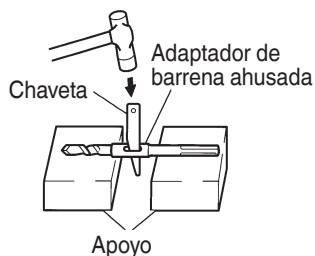

Fig. 14
- (2) Ponga en ON el interruptor de alimentación y perforo un agujero de base.
- (3) Después de eliminar el polvo con una jeringa, fije la clavija en la extremidad del anclaje e introduzca el anclaje con un martillo de mano.
- (4) Para sacar la broca con la barrena ahusada introduzca una claveta en la ranura del adaptador de barrena ahusada, ponga apoyos debajo del martillo perforador y golpee la claveta con un martillo de mano. (Fig. 14)